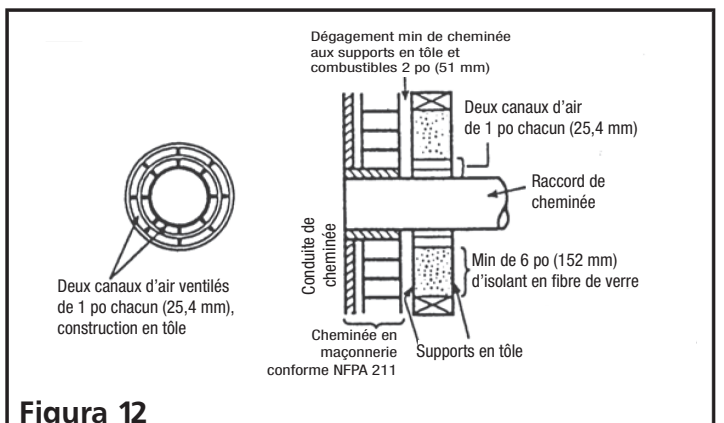

Figure 12
- Un manchon d'emboîtement de cheminée, tel qu'illustré pour 3 po et 4 po ci-dessus (Figures 12 et 13) doit être pour les types de connexion de 3 po et de 4 po, pour faciliter le retrait du raccord de cheminée pour le nettoyage. Le manchon d'emboîtement de cheminée doit avoir une argile réfractaire conforme à ASTM C315 avec une épaisseur minimale du mur de 5/8 po, ou un matériau d'une durabilité équivalente. Le diamètre intérieur du manchon d'emboîtement doit être dimensionné pour un bon ajustement serré d'un diamètre de conduit de raccord de cheminée de 6 po (15 cm). Le manchon d'emboîtement doit être installé sans endommager le conduit de cheminée. Le manchon d'emboîtement doit s'étendre au travers du mur de la cheminée vers, mais pas au-delà de, la surface intérieure du conduit de cheminée, et doit être collé en place de manière permanente avec de la colle à haute température.
Si le raccord de cheminée n'a pas à passer au travers d'un mur combustible pour passer à une cheminée de maçonnerie, connecter simplement le raccord de cheminée directement sur le manchon d'emboîtement de cheminée de la cheminée en maçonnerie, tel que décrit et illustré dans les Figures 12 et 13. Il faut se rappeler de ce qui suit : Le raccord de cheminée doit s'étendre dans le manchon d'emboîtement de cheminée sur la face interne du conduit de cheminée, mais pas au-delà. Si le raccord de cheminée est étendu au travers d'un manchon d'emboîtement de cheminée dans le conduit de cheminée, une résistance à la circulation de fumée et une accumulation des gaz de cheminée va se produire, ce qui aura un effet adverse sur le fonctionnement et la performance de l'appareil de chauffage et du système d'évacuation.